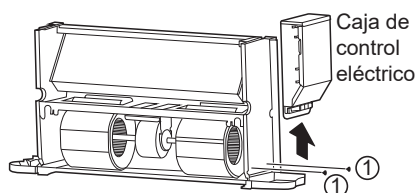

Figura 4-7: Extracción de la caja de control eléctrico
- Retire los tornillos ① *2 para extraer la caja de control eléctrico, tal como se muestra en la Figura 4-7.